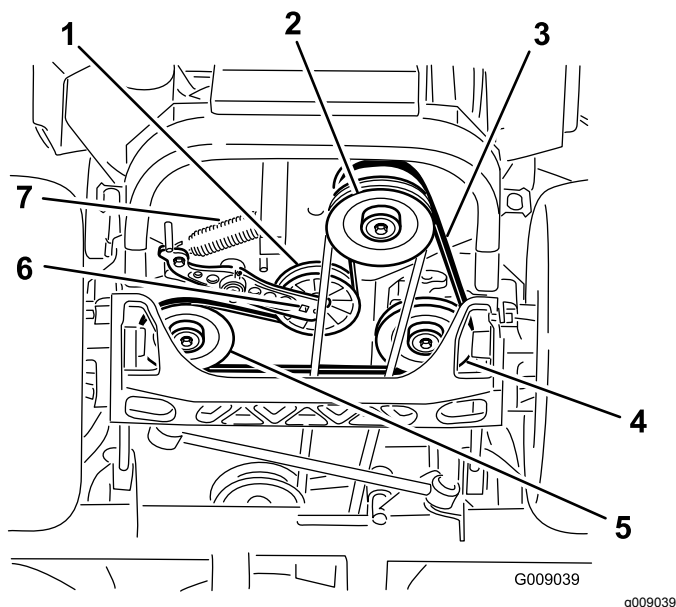

Figura 83
4. Sollevate la macchina e sostenetela su cavalletti (Figura 83).
5. Utilizzate un cricchetto nel foro quadrato del braccio di rinvio per rimuovere la molla del tenditore (Figura 83).
6. Sganciate la molla del tenditore dal telaio (Figura 83).
9. Utilizzate un cricchetto nel foro quadrato del braccio di rinvio per installare la molla del tenditore sul telaio (Figura 83).